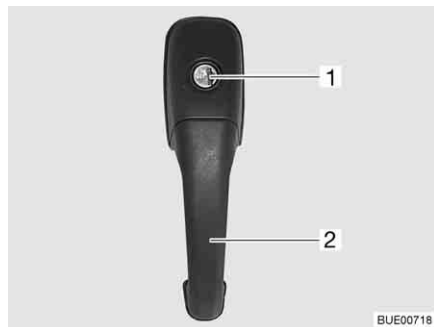

Bild 38 Dörrlås ingångsdörr, utsida
- Stick in nyckeln i låscylindern (Bild 38,1) och vrid den ända tills dörrlåset har låsts upp.
- Drag i dörrhandtaget (Bild 38,2). Dörren är öppen.
- Stick in nyckeln i låscylindern (Bild 38,1) och vrid den ända tills dörrlåset har låsts.